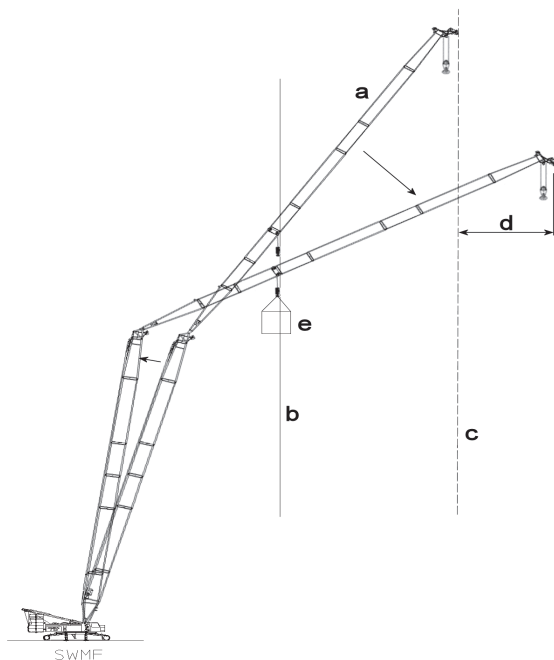
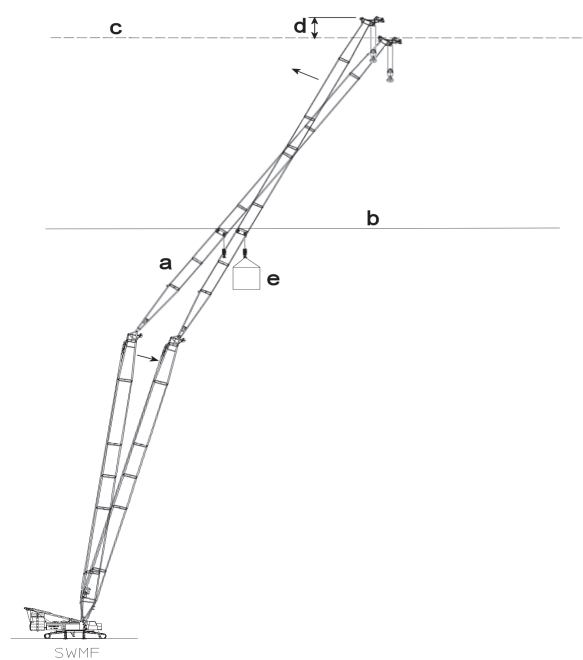

Figura 1 Limite do raio
Figura 2 Limite da altura da cabeça da roldana
- a** Posição inicial do sistema de lanças onde o limite do raio (Figura 1) ou o limite da altura da cabeça da roldana (Figura 2) foi programado em relação à cabeça da roldana Midfall.